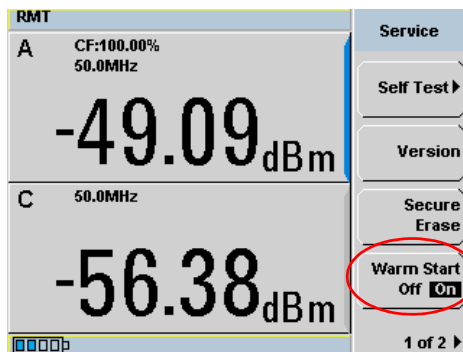

Abbildung 2-60 Aktivieren/Deaktivieren der Warmstartfunktion
- 2 Drücken Sie im Menü **Service** **Warm Start Off/On** (Warmstart Aus/Ein) zum Aktivieren bzw. Deaktivieren der Warmstartfunktion. Diese Funktion ist standardmäßig auf ON (Ein) gesetzt (siehe Abbildung 2-60).